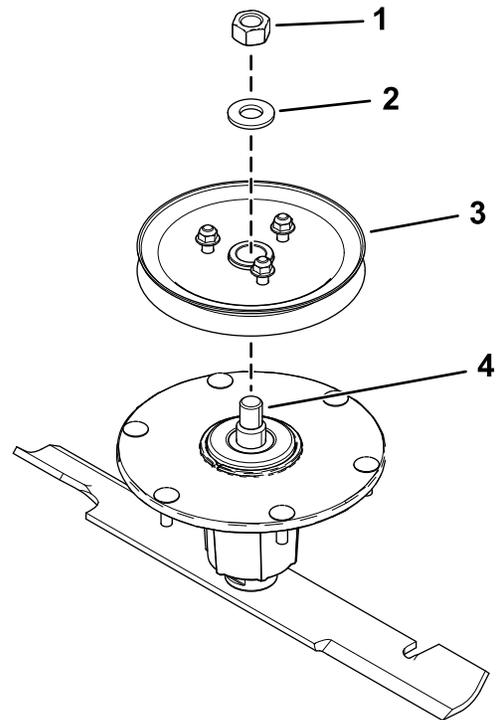

Figura 9
5. Instale el conjunto de la roldana en el eje con la arandela y la tuerca superior (Figura 9).